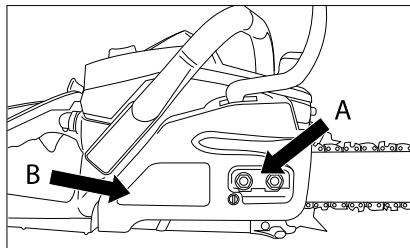

Рис. 5
- Открутите обе гайки (A), крепящие шину и защитную крышку. Снимите защитную крышку вместе со щитком тормоза цепи (B) (рис. 5).